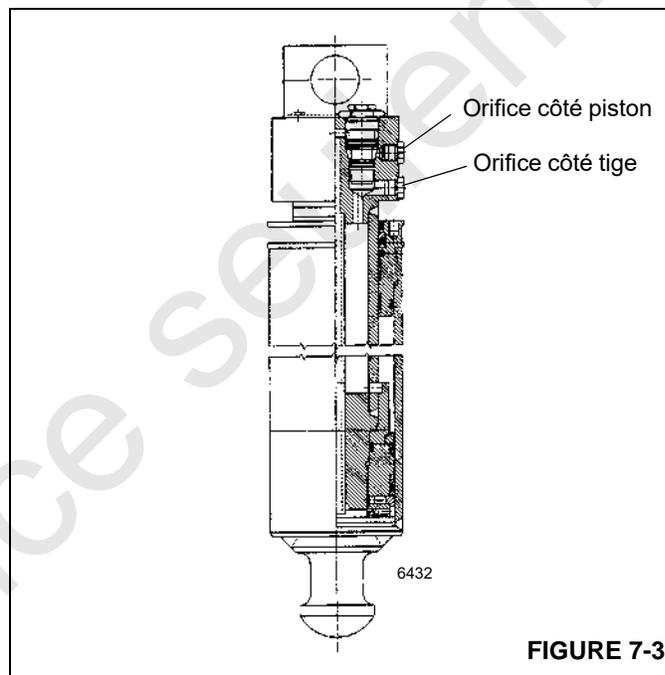

FIGURE 7-3
2. Retirer le flexible de vérin côté tige du vérin de cric soupçonné (voir la Figure 7-3). L'huile s'écoule jusqu'à ce que la cavité du bloc d'orifices de vérin se vide. Une fois la cavité du bloc d'orifices vide, l'huile ne doit plus sortir de l'orifice côté tige.
2. Retirer le flexible de vérin côté piston du vérin de cric soupçonné (voir la Figure 7-3). L'huile s'écoule jusqu'à ce que la cavité du bloc d'orifices de vérin se vide. Une fois la cavité du bloc d'orifices vide, l'huile ne doit plus sortir de l'orifice côté piston.